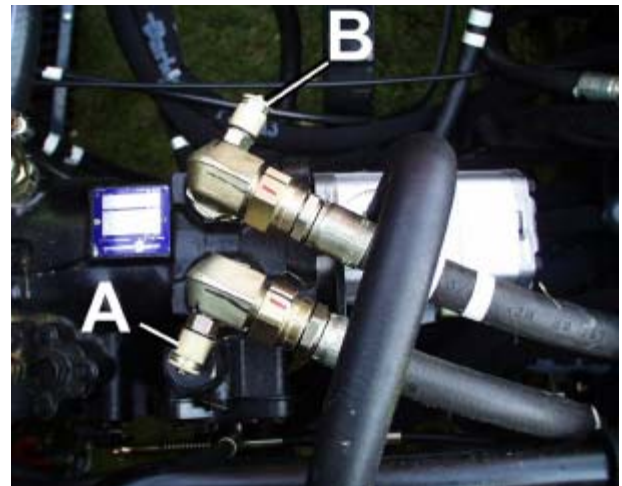

Fig.8
2. Presión de la transmisión a las cuatro ruedas: 207 baras (A/B, Fig. 8).